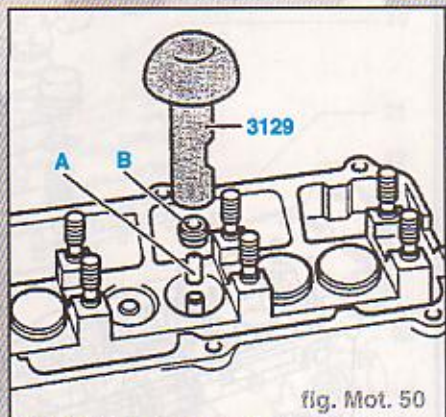

fig. Mot. 50
- Reposer les étanchements de tiges de soupapes (fig. mot. 50) :